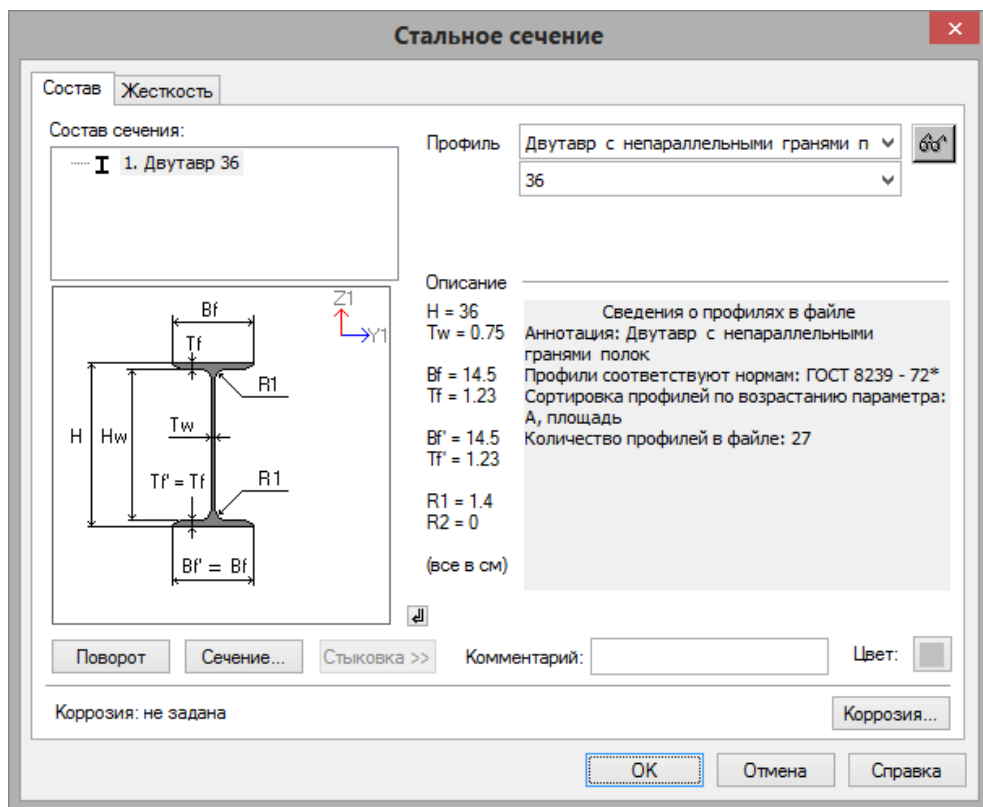

Рис.3.10. Диалоговое окно **Стальное сечение**
- В диалоговом окне **Стальное сечение** (рис.3.10) задайте параметры сечения **Двутавр**: